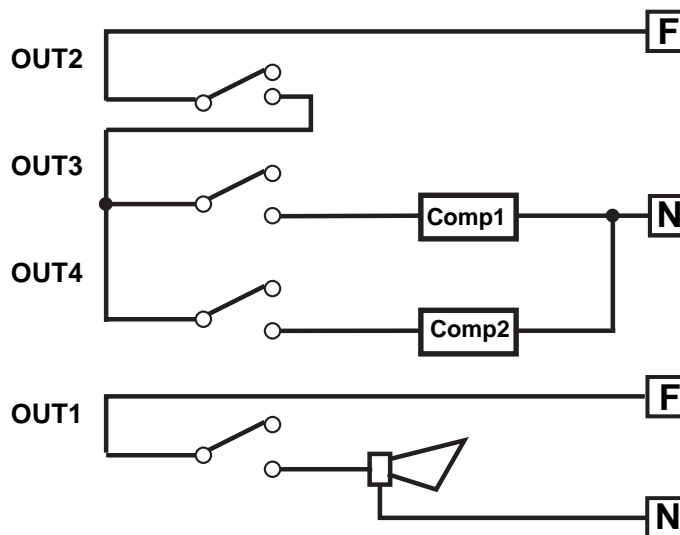

Fig.39
**Solution:** utiliser un contrôleur à 4 sorties (IRxxZ); Deux sorties pour la régulation (OUT3 et OUT4), et une pour l'alarme à distance (OUT1) sont utilisées. La sortie OUT2 est utilisée pour désactiver les sorties OUT3 et OUT4 lorsque T2 < 8°C. Pour ceci il est suffisant, au niveau du raccordement électrique, de poser OUT2 en série avec OUT3 et OUT4, donc de rendre OUT2 active seulement lorsque NTC1 (T2) est supérieur à 8°C; (voir schéma ci-dessous fig. 39).
**Lösung:** Sie benutzen einen Regler mit 4 Ausgängen (IRxxZ); es werden 2 Ausgänge für die Regulierung genutzt (OUT3 und OUT4) und ein Ausgang für den Alarm (OUT1). Ausgang OUT2 wird für die Ausschaltung der Ausgänge OUT3 und OUT4 genutzt, wenn T2 < 8°C. Um dies zu erreichen, muß in der Verdrahtung OUT2 in Reihe mit OUT3 und OUT4 geschaltet werden. So ist OUT2 nur aktiv, wenn NTC1 (T2) über 8°C liegt (siehe Schema von Abbildung 39).